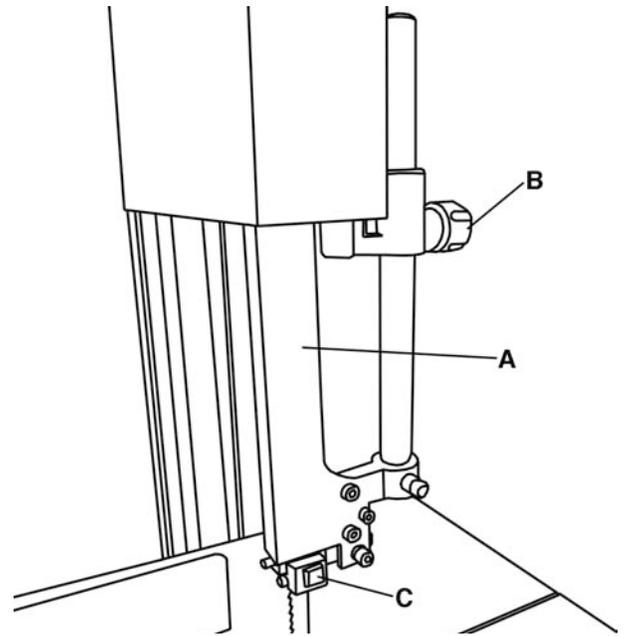

FIGURE 15
le protecteur de lame (A) Fig.15 protège l'opérateur du contact accidentel avec la lame. Le bouton de verrouillage du protecteur de lame (B) règle la hauteur du protecteur de lame et les guides de lame (C). Gardez toujours l'assemblée de guides de lame à 1 pouce du haut de votre morceau de viande.